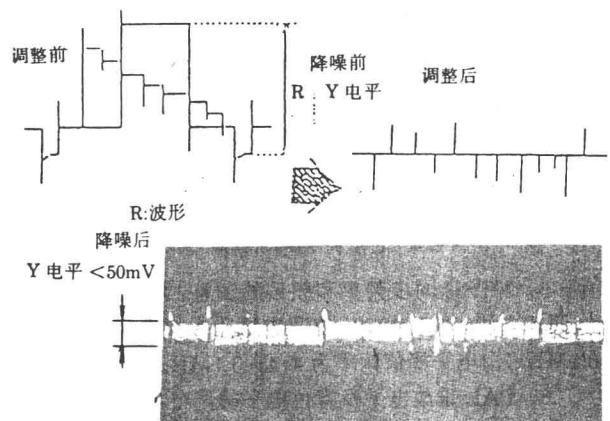

图 2 Y 降噪平衡
2. Y 降噪平衡调整: 调整不当时, 会使图象噪声增大, 录象时出现白条, 反向检索时拉黑丝。调整方法 LINE IN 输入 PAL 彩条信号, 测试点 TP312 接示波器(在测试点与 GND 之间接一只 1500pF 电容)。调 VR301, 使 Y 电平幅度小于 50mV_{p-p}, 见图 2 所示。